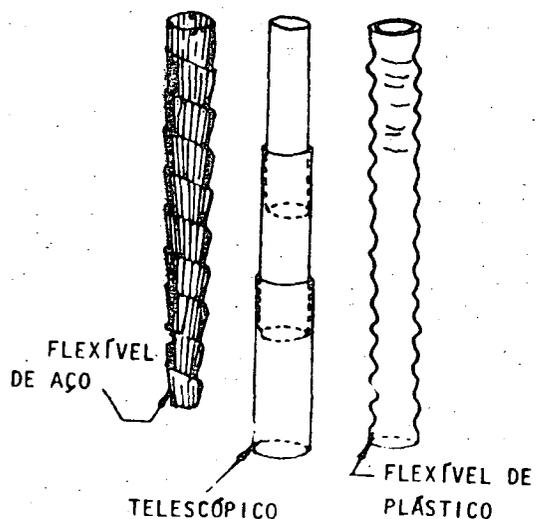

Fig. 6
**TUBOS DE SAÍDA.** Conduzem a semente desde os dispositivos de alimentação até os sulcadores. Podem ser flexíveis, de borracha, plástico ou uma espiral de lâmina de aço, e também de material rígido e de construção telescópica (fig. 6).